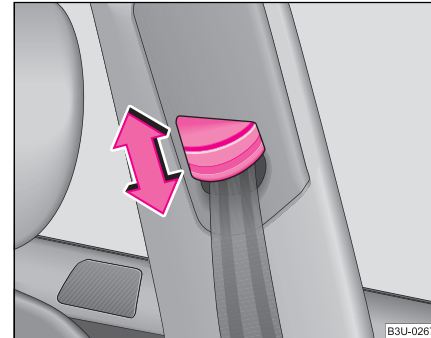

Fig. 129 Scaun față:
- Împingeți dispozitivul în poziția dorită în sus sau în jos ♥ fig. 129.